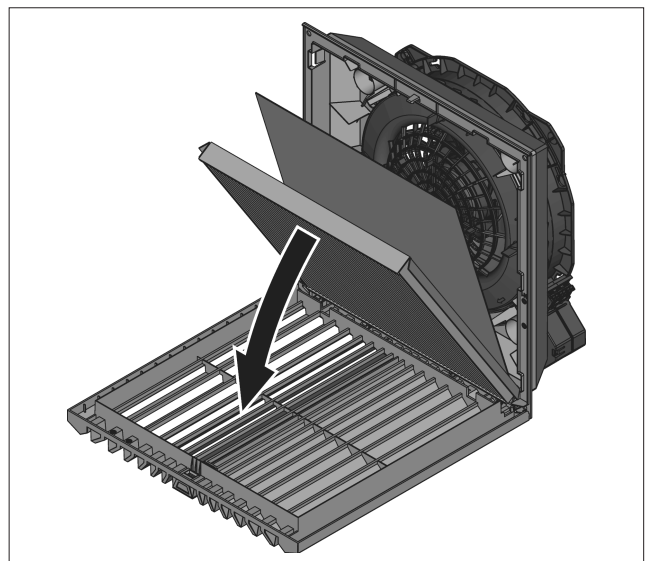

Abb. 13: Faltenfilter IP55 einbauen
- Nur für IP55: Legen Sie das bei den Faltenfiltern für IP55 mitgelieferte Absorbervlies auf den bereits eingelegten Faltenfilter (siehe Abb. 13). Die Einbau-richtung des Absorbens ist hierbei egal.